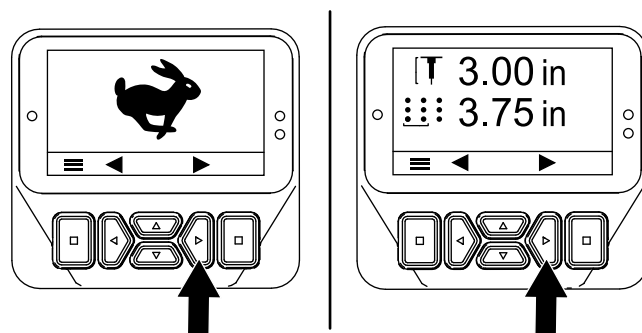
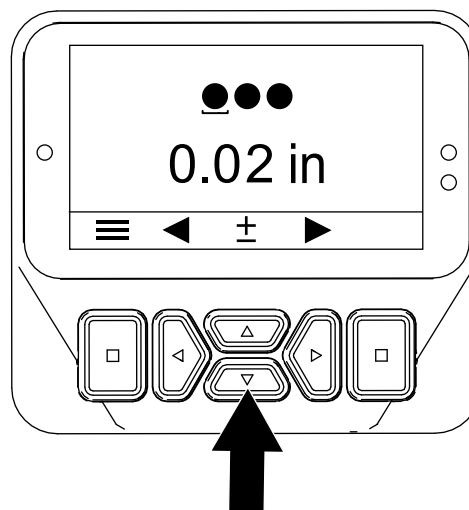

Figure 55
Figure 56
3. Appuyez sur le bouton vers la droite jusqu'à ce que l'écran Setting the Tine Diameter (réglage du diamètre des louchets) s'affiche (Figure 55 et Figure 56).
4. Réglez le diamètre des louchets à l'aide des boutons supérieur et inférieur (Figure 56) comme suit :